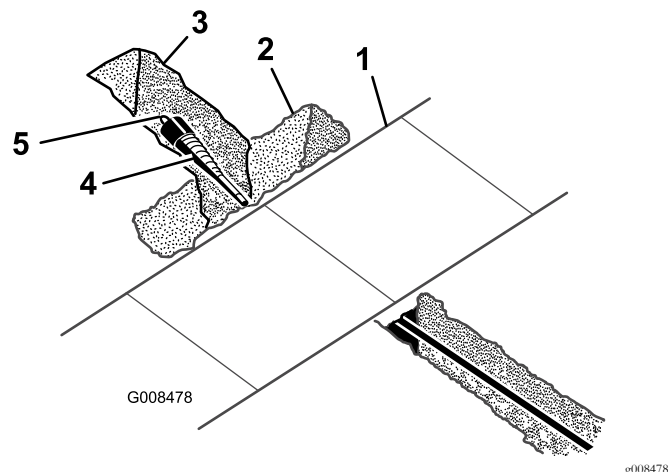

Рисунок 6
1. Используя лопату, осторожно удалите грунт вокруг буровой насадки, освободив ее от почвы, чтобы ее можно было снять (Рисунок 6).
2. Снимите буровую насадку и подсоедините расширитель (Рисунок 6).
3. Подсоедините трос или трубопровод, который будет прокладываться под землей, к шарниру в конце расширителя (Рисунок 6).